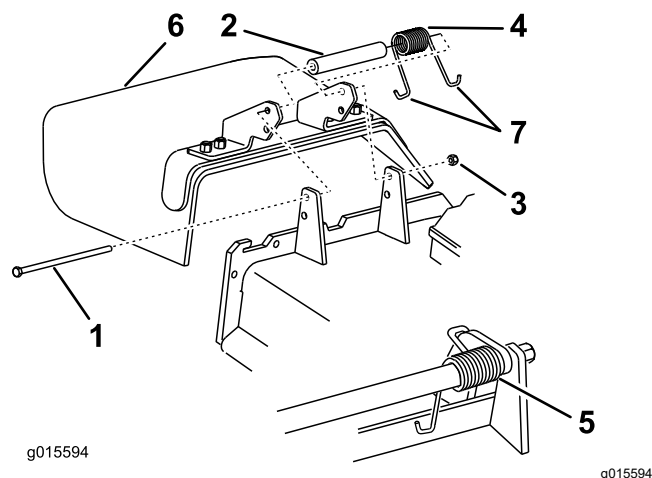

Figura 97
1. Retire la contratuerca, el perno, el muelle y el espaciador que sujetan el deflector a los soportes de pivote (Figura 97).
- Nota:** Asegúrese de colocar un extremo con gancho en J del muelle detrás del reborde de la carcasa antes de instalar el perno, según se muestra en Figura 97.
6. Coloque 1 extremo en J del muelle alrededor del deflector de hierba (Figura 97).